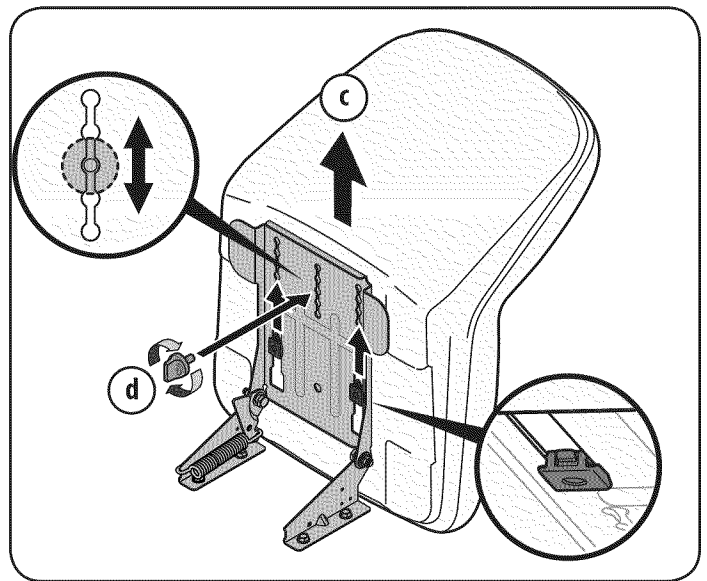

Figura 33
5. Para ajustar la posición del asiento, retire la perilla de ajuste en la parte inferior del asiento. Deslice el asiento hacia adelante o hacia atrás según se desee. Vuelva a instalar el tornillo de ajuste. Vea la Figura 33.